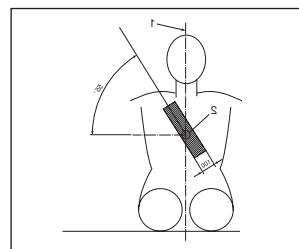

Figure 5
- La ceinture diagonale doit passer par-dessus l'épaule et la poitrine comme indiqué sur la figure 5.